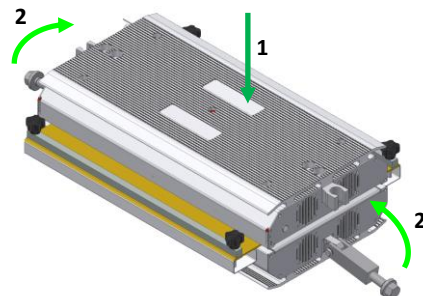

Fig. 8.4-6 – Cierre prensa
- Coloque la placa superior de la prensa en la inferior (referencia 1, Fig. 8.4-6).
- Inserte los pernos de la placa inferior en los alojamientos de la placa superior (referencia 2, 2, Fig. 8.4-6).